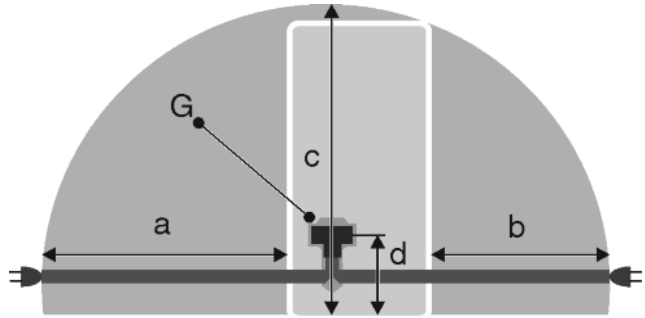

Fig. 26
- A konnektor a készülék hátoldali területén kívül helyezkedik el a megadott tartományban. *Fig. 26 (a, b, c)*
- Dugja be a csatlakozót *Fig. 26 (G)* a készülék hátoldalába. Figyeljen a megfelelő bekattanásra.